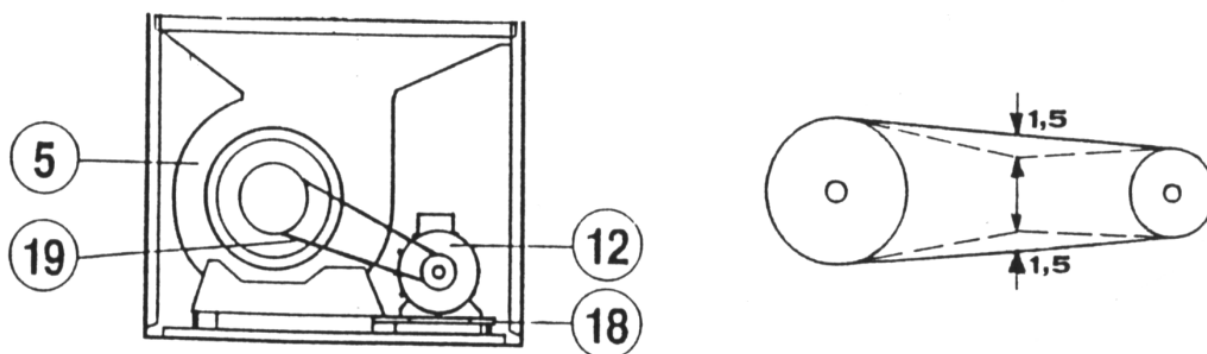

Рисунок 8 Компоненты воздухонагревателя
- натяжение ремней: сжимая обеими руками, ремень должен прогибаться приблизительно на 2-3 см (см. Рисунок 8). Для регулировки натяжения ремня необходимо отвинтить и завинтить болт натяжного ролика, расположенный на салазках двигателя (18) Рисунок 8;